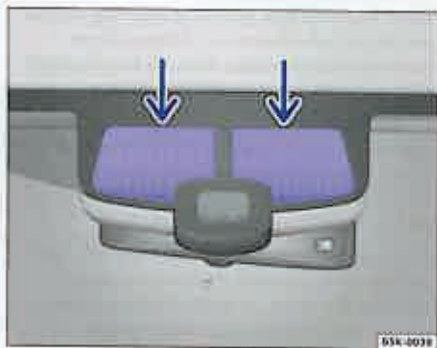
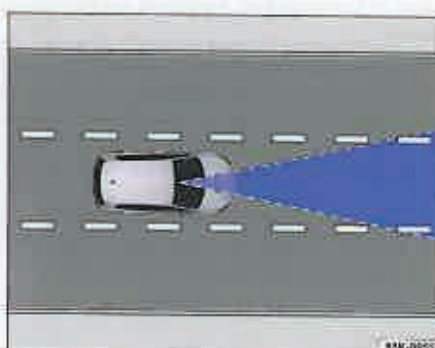

Fig. 35 Zona cu senzor a sistemului de reglare automată a distanței.
Fig. 36 Imagine de referință: Zona de acțiune a sistemului de reglare automată a distanței.
Pentru controlul traficului, deasupra oglinzii din interior este montat un senzor laser ⇒ fig. 35. Autovehiculele din față pot fi recunoscute de la o distanță de 150 m ⇒ fig. 36.
- După înlocuirea parbrizului, la autovehiculele echipate cu sistem de reglare automată a distanței (ACC), senzorul laser ⇒ pagina 42, fig. 35" trebuie calibrat la un atelier autorizat.
- La autovehiculele cu reglare automată a distanței (ACC), pe parbriz, în zona senzorului laser ⇒ pagina 42, fig. 35" este interzisă efectuarea reparațiilor (de ex. la deteriorarea în urma loviturilor de piatră). ◀